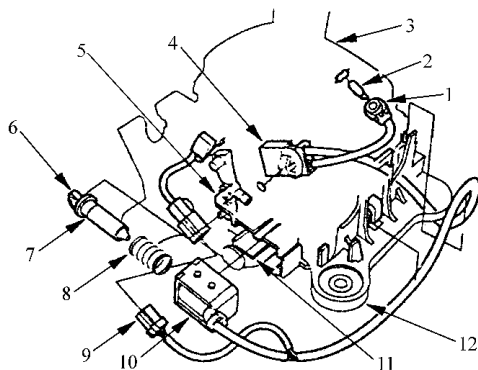

图 5-83 拆卸灯泡
2) 如图5-83所示,从指示器面板上,拆卸A/T档位指示器面板灯泡插座,然后,从插座上拆卸灯泡。